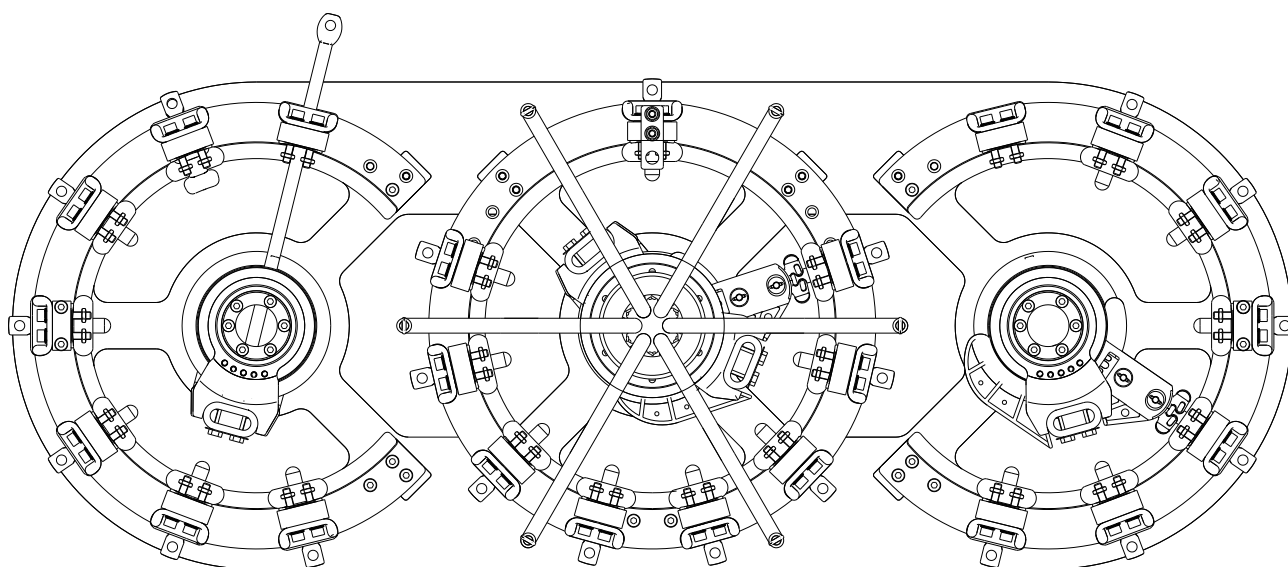

图 5-11 (P-包纸)
- ✓ 在多级粗细调分接选择器中, 必须注意小心排列用于连接到细调选择器和粗调选择器接线端子的引出线。这些引出线与相邻的粗细调选择器的接线端子的距离应尽可能大。为了确保耐压强度, 在粗调选择器的接线端子与细调选择器接线端子的较近的端子上, 建议包裹大于 3mm, 绝缘纸。(图 5-11)